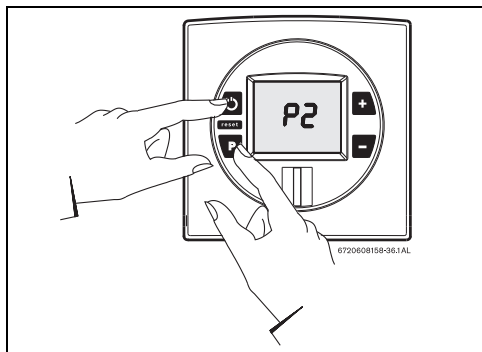

Fig. 55
- ▶ Manter pressionada a tecla de programas e pressionar o interruptor principal ON/OFF para ligar o aparelho (ver Fig. 55).